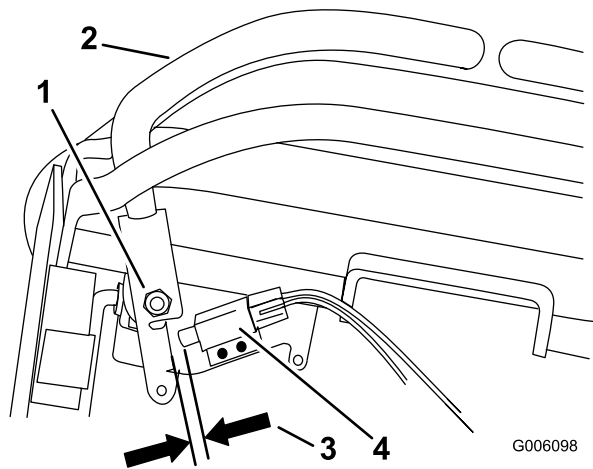

Bild 45
10. Prüfen Sie den Abstand zwischen dem Steuerhebel und -schalter, wie in Bild 45 dargestellt. Der Abstand muss 3 mm sein.